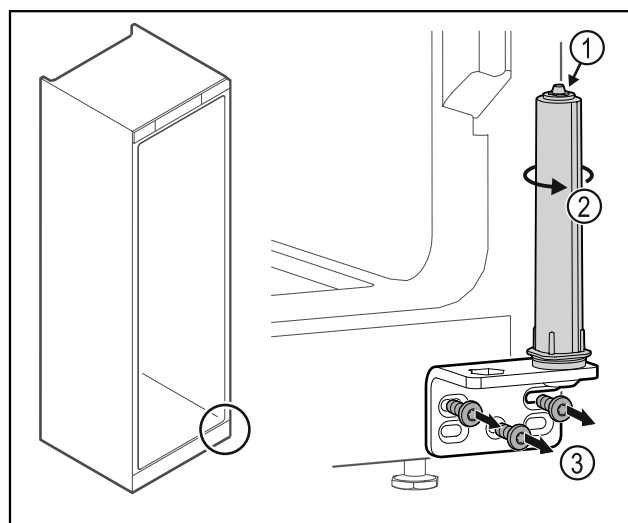

Fig. 37
- Türschließsystem Fig. 37 (1) nicht zerlegen.
- Schließsystem Fig. 37 (2) drehen, bis es klickt.
- Scharnierwinkel abschrauben Fig. 37 (3).